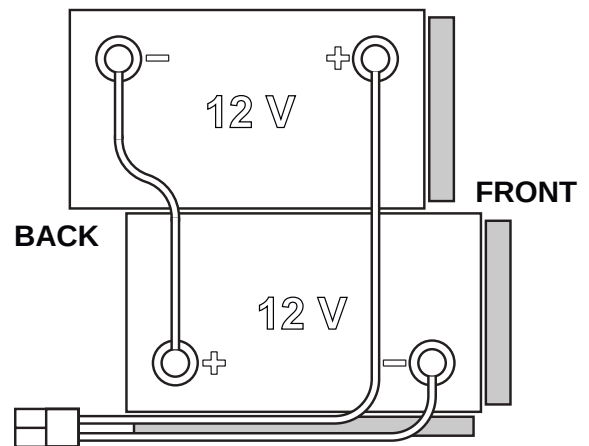

Figure 1
La machine requiert 2 batteries de 12 V, branchées selon le schéma indiqué en Figure 1.
1. Enlever la clé opérateur (41).
2. Débrancher le connecteur (9) des batteries.
3. Ouvrir le couvercle (34) et vérifier si le réservoir de l'eau de récupération (33) est vide. Dans le cas contraire, le vider au moyen du tuyau de vidange (12).
4. Fermer le couvercle (19).
5. Saisir la poignée (16) et soulever le réservoir (33) avec soin.
7. Placer et installer les câbles des batteries comme indiqué dans le schéma de la Figure 1, puis serrer soigneusement l'écrou sur chaque borne de la batterie.
8. Placer le capuchon de protection sur chaque borne, puis brancher le connecteur des batteries (9).
9. Saisir la poignée (16) et baisser le réservoir (33) avec soin.